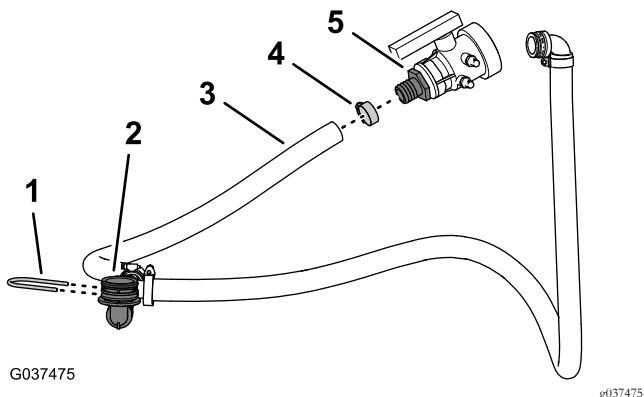

Figura 31
- Retire a braçadeira de tubo que prende a união estriada da válvula de drenagem ao tubo de drenagem e retire a união da tubagem (Figura 31).